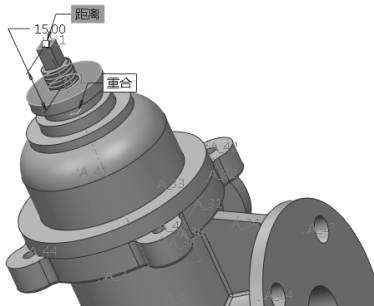

图 8-38 螺杆装配
(3) 单击【放置】选项卡, 单击【新建约束】, 修改约束条件为【重合】, 分别选择如图 8-38 所示的“阀盖.prt”底面和“阀体.prt”的法兰顶面, 建立完全约束关系。单击【确定】按钮, 完成零件“阀盖.prt”的装配。
(1) 单击【元件】命令组中的【组装】按钮, 在【打开】对话框中选择“螺杆.prt”, 单击【打开】按钮, 调入零件。
(2) 在【元件放置】选项卡中修改约束条件为【重合】, 然后选择绘图区域的“螺杆.prt”的中心轴 A_1 和“阀盖.prt”的腔体中心轴 A_1, 为其添加重合约束, 如图 8-38 所示。
(3) 单击【放置】选项卡, 单击【新建约束】, 修改约束条件为【距离】, 分别选择如图 8-38 所示的“螺杆.prt”高亮顶面和“阀盖.prt”的高亮顶面, 在【偏移】框内输入 15.00, 建立完全约束关系。单击【确定】按钮, 完成零件“螺杆.prt”的装配。